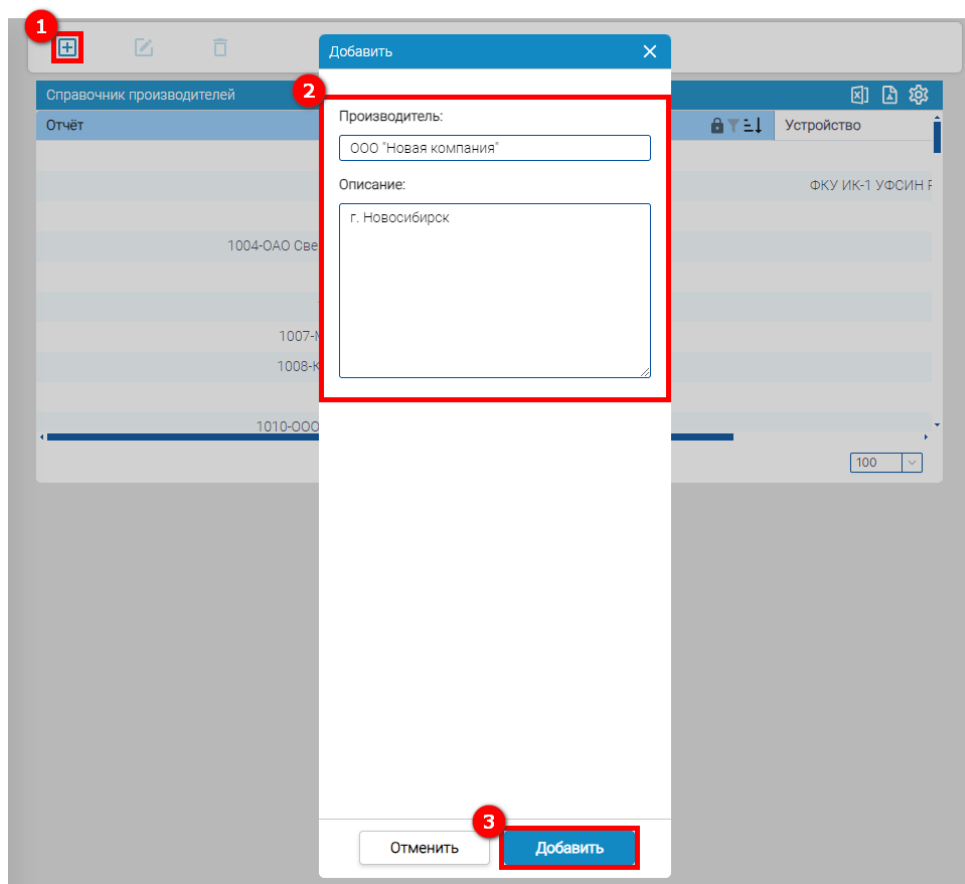

Рисунок 96 – Справочник производителей – Добавление «нового» производителя
Для добавления в справочник «нового» производителя необходимо нажать кнопку  (1) (см. рисунок 96) и заполнить наименование производителя, и его описание (2). После внесения всех необходимых данных нажимаем кнопку **Добавить** (3).